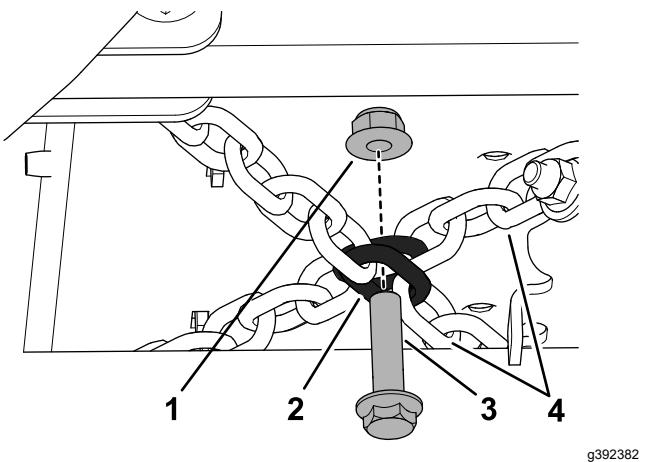

Figura 15
5. En el punto de unión de las cadenas (Figura 15), móntelas con un perno con arandela prensada (3/8" x 1 1/2") y una contratuerca con arandela prensada (3/8").